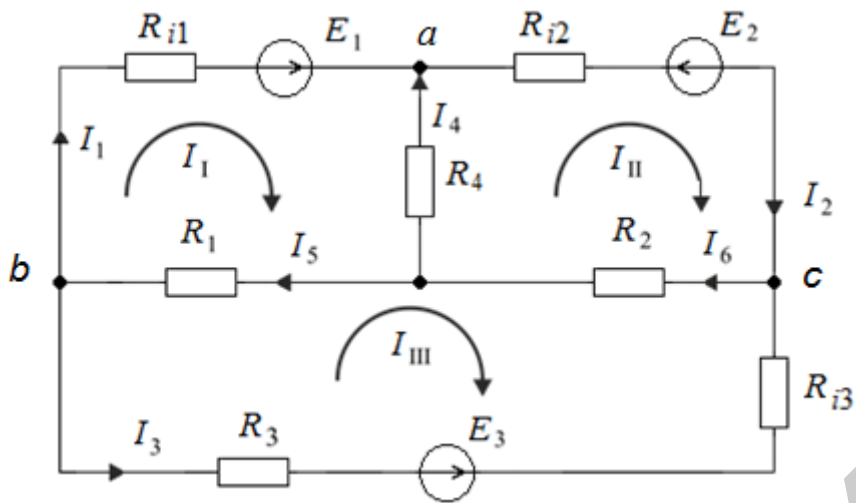

Рис. 83
16. Для электрической цепи (рис. 83) составить систему уравнений для токов в ветвях с помощью уравнений Кирхгофа, если $R_1 = R_2 = R_3 = R_4 = 1$ Ом, $E_1 = E_2 = 20$ В, $E_3 = 30$ В, $R_{i1} = R_{i2} = R_{i3} = 0,5$ Ом.